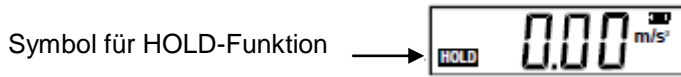

Fig. 1 (Beschleunigungsmessung)
2. Betätigen Sie die Einschalt- / Messtaste einmal kurz. Danach erscheint im Display der Messmodus der Beschleunigung in m/s^2 (Fig. 1).